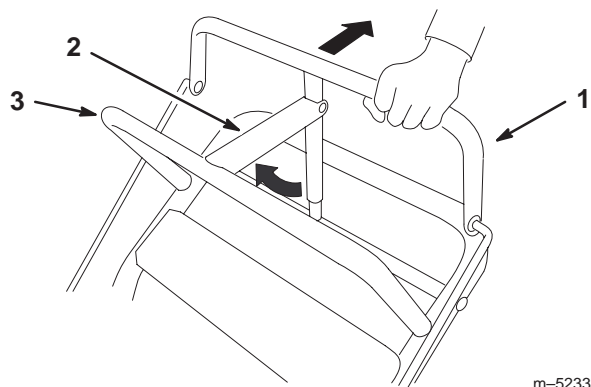

Figure 10
5. Vérifiez le réglage du frein de stationnement (Fig. 10) (voir Contrôle des freins, page 32).